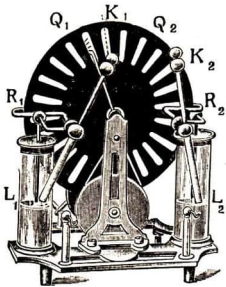

Abb. 310. Wimshurstmaschine
1. Einrichtung. Die Influenzmaschine (Abb. 310) besteht aus zwei entgegengesetzt rotierenden Hartgummischeiben (die mit kleinen Stanniolsektoren beklebt sind).